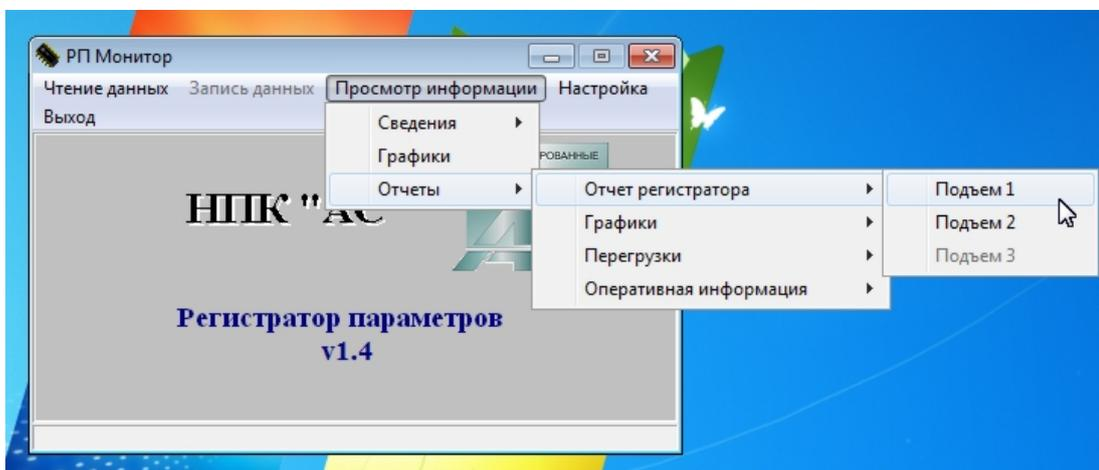

Рис.24
- полный отчет о данных, содержащихся в РП по каждому из подъёмов, Рис.24 в форме Рис.25